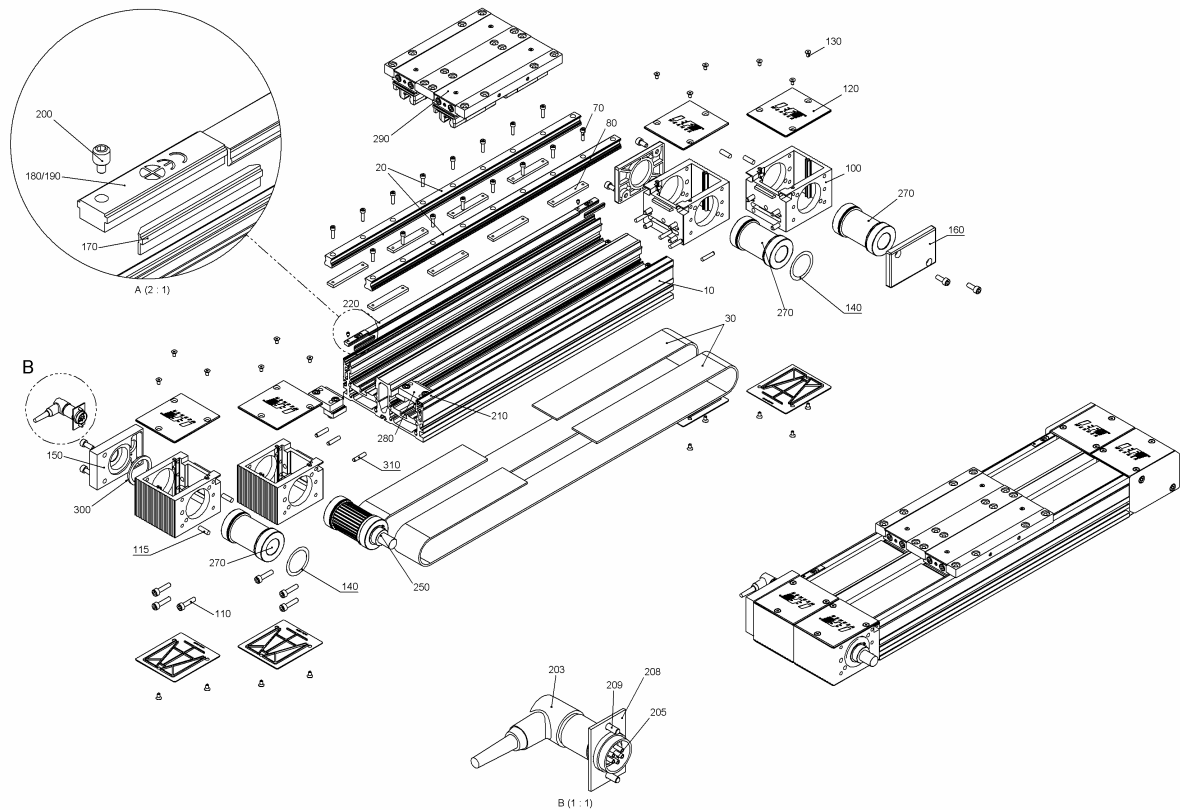

Abbildung 26: Modul 160/15 Schlitten komplett, Teilegruppen-Nr.: 1000477
- Abdeckungen (siehe Pos.120, *Abbildung 26*, *Seite 29*) entfernen
- Abdeckungen (siehe Pos. 120, *Abbildung 26*, *Seite 29*) wieder anbringen
Teilgruppen-Nr.: 1000477; siehe *Abbildung 26, Seite 29*